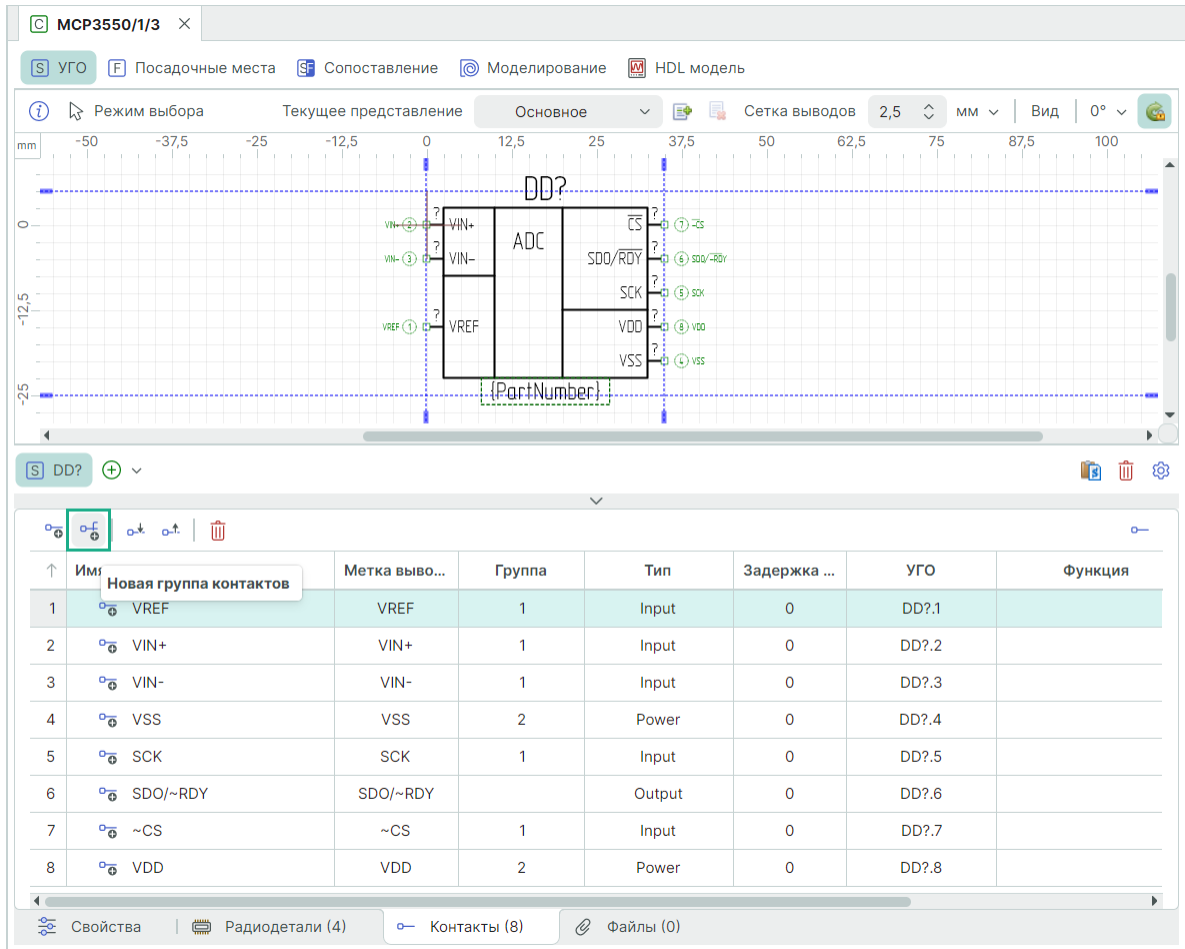

Рис. 250 Создание группового вывода и контактов
1. Нажмите иконку  «Новый группа контактов», см. Рис. 250.